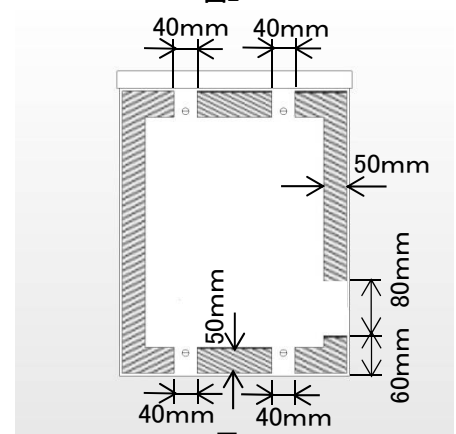
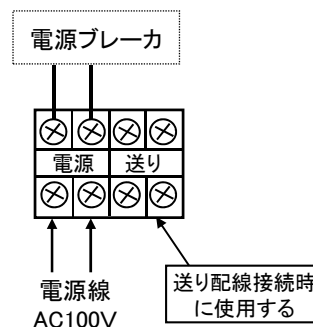

図3
図8
③ 入線(電源線)用の穴をボックスの背面に図3の斜線内に開けてください。開けた後の切りくずをボックス内に残さないようにしてください。
2-5. 電源線、出力線の接続 <図8>・<図9>
- ① 図3の斜線内にあけた穴に電源線を必ずおし、図8を参考に間違わないように接続してください。